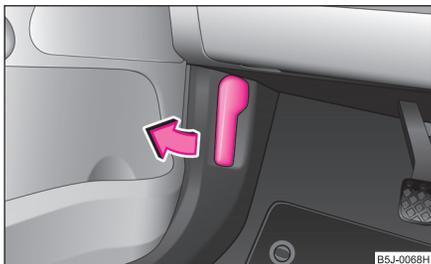

Abb. 154 Entriegelungshebel für Motorraumklappe
⇒ Abb. 154.
- Entriegeln Sie die Motorraumklappe ⇒ Abb. 154.